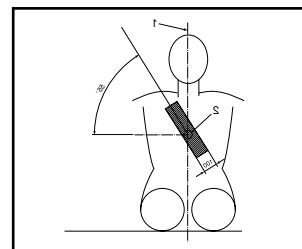

Figure 4
- La ceinture diagonale doit passer au-dessus de l'épaule et de la poitrine, comme le montre la figure 4.